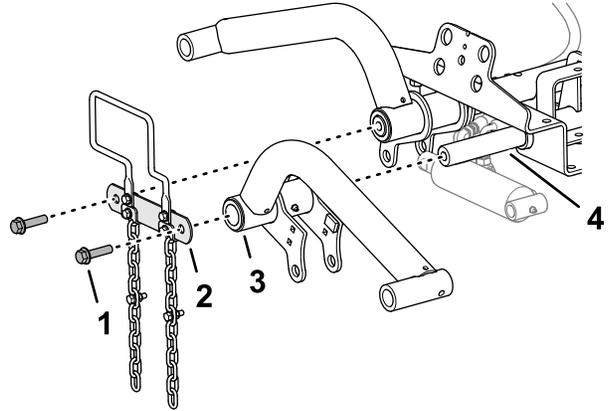

图 11
1. 将提升臂组装到提升臂枢轴上如图 11 所示。
2. 使用您在 准备安装提升臂 \(页码 15\) 中卸下的 2 个凸缘平头螺丝 1/2 x 2 英寸将枢轴连杆组装到提升臂枢轴图 11。